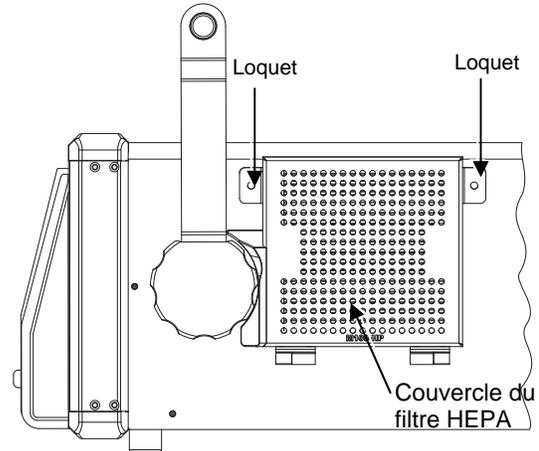

Figure 110 Couvercle du filtre HEPA
3. A l'aide d'un outil à fin pointe, pousser les deux loquets de façon à les dégager complètement et retirer le couvercle. Voir la Figure 110.